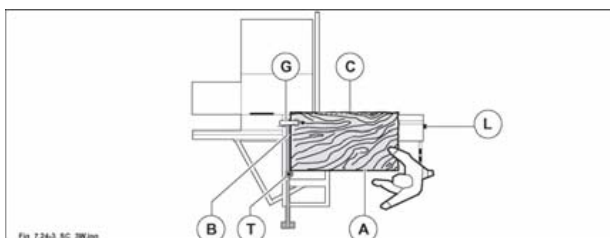

Fig. 7.24-3
- Aprire completamente il vagono come in fig. 7.24-3 e bloccarlo con la leva (L fig. 7.24-3).
- Ruotare nuovamente il pannello di 90°. Appoggiare il lato appena tagliato (B fig. 7.24-3) contro la riga in alluminio, il lato rifilato (A fig. 7.24-3) in appoggio alla battuta (T fig. 7.24-3) della riga (posizionata alla misura di taglio), bloccare con lo stringipezzo (G fig. 7.24-3) ed effettuare il taglio (C fig. 7.24-3).